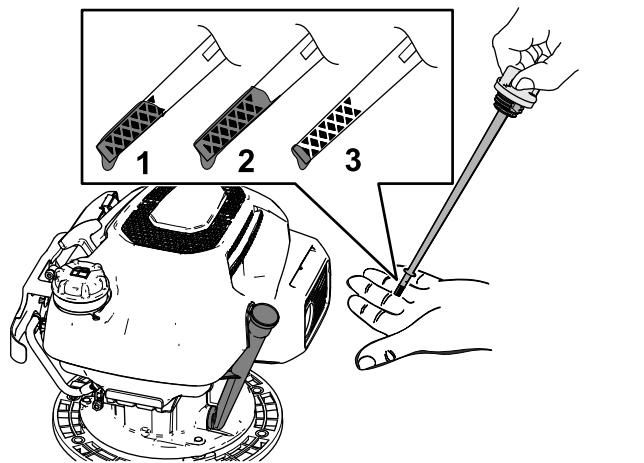

**Figura 15**
3. Versate lentamente l'olio motore specificato nel bocchettone di riempimento dell'olio (Figura 15), e attendete 3 minuti.